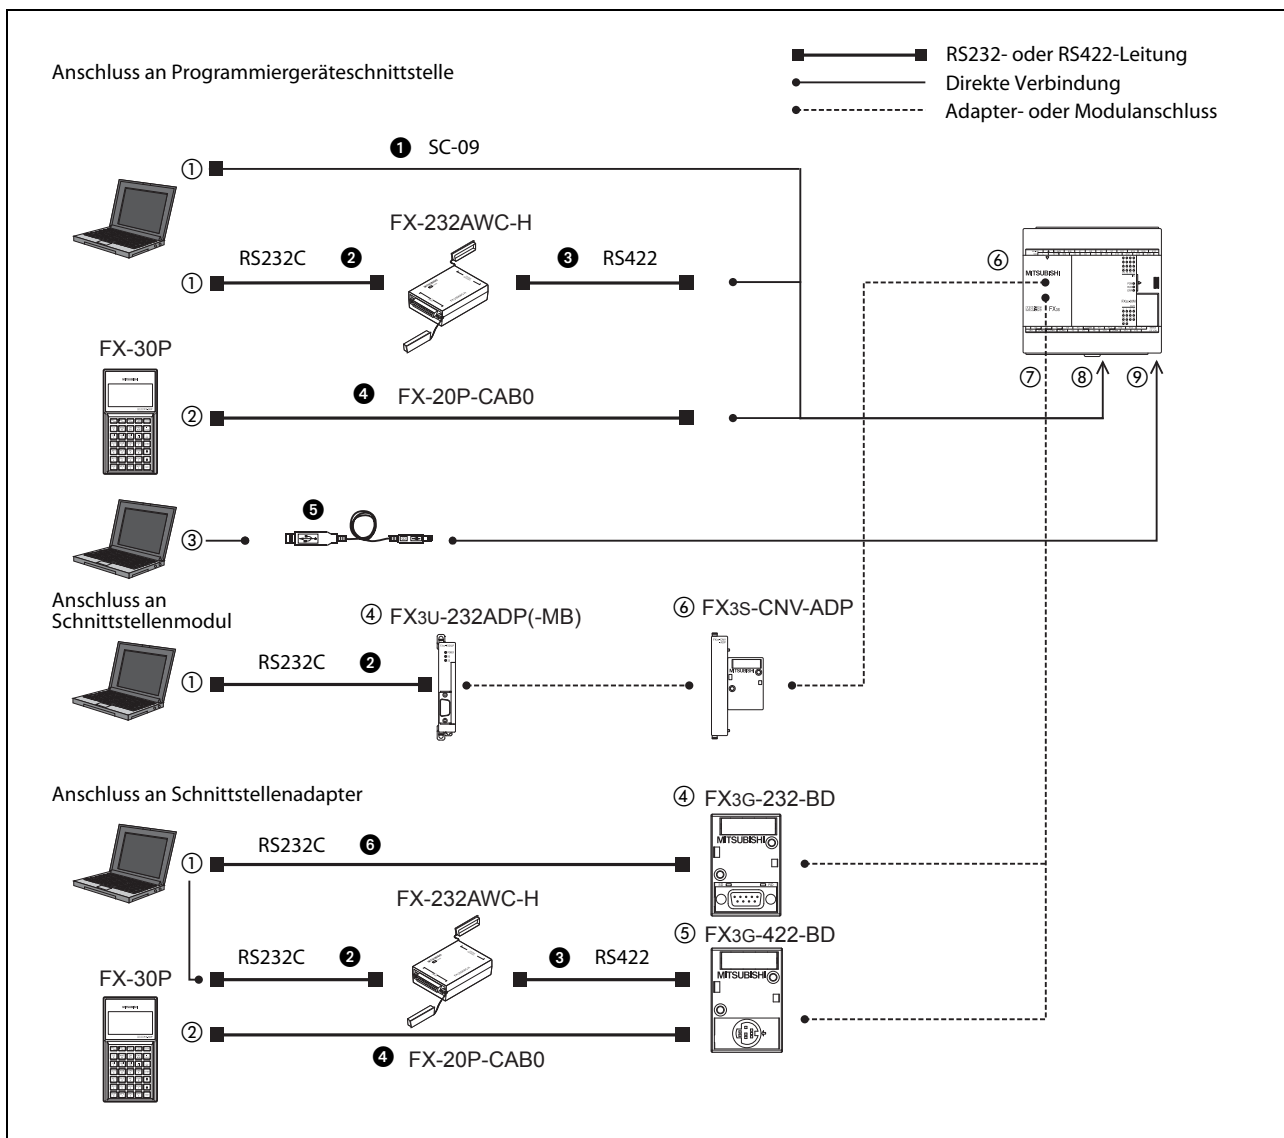

Abb. 2-3: Anschlussmöglichkeiten für ein Programmierwerkzeug
Tab. 2-9: Schnittstellen in Abb. 2-3
Tab. 2-10: Leitungen in Abb. 2-3
- Integrierte Programmiergeräteschnittstelle (RS422) oder Schnittstellenadapter FX3G-422-BD (Zum Anschluss an die RS232-Schnittstelle eines PCs ist ein Programmierkabel SC09 oder ein RS232/RS422-Konverter FX-232AWC-H erforderlich, siehe Abb. 2-3.)